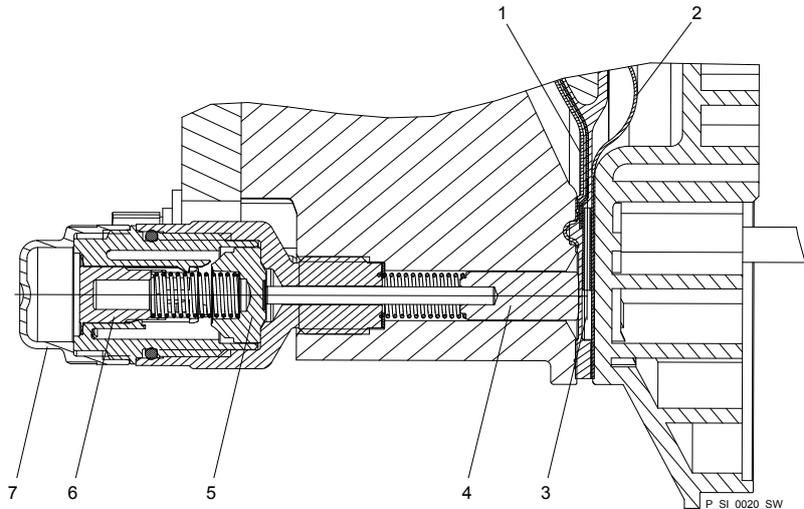

Fig. 22: Corte através da sinalização de ruptura de membrana Sigma (versão "Indicação visual de ruptura")
2. Caso o êmbolo do sensor de ruptura de membrana, ver Fig. 22 pos. 4, tenha ficado húmido ou sujo então este e a perfuração no qual está inserido devem ser limpos.